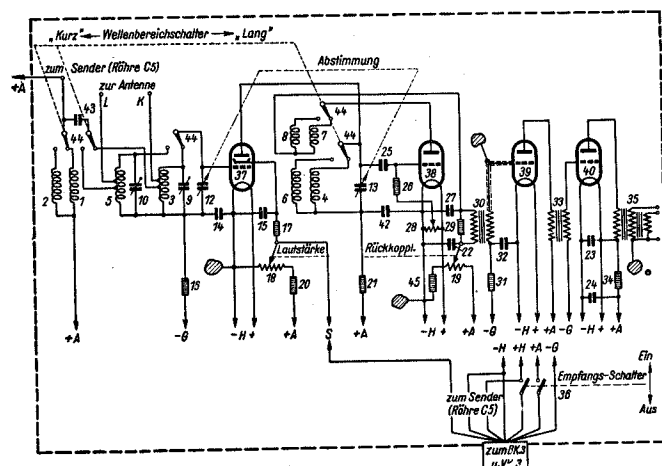

Abb. 8 Schaltplan zu Empfänger E. 4.
Wirkungsweise (vergl. Abb. 8): Nach erfolgtem Einschalten — Empfangsschalter (36) in Stellung „Ein“ — erhalten die Röhren Heizspannung aus der Heiz-Batterie 2 Z 3, Anoden- und Gitterspannung aus Trockenbatterien, die im Batterieasten BK. 3 des Einbaufasses untergebracht sind.